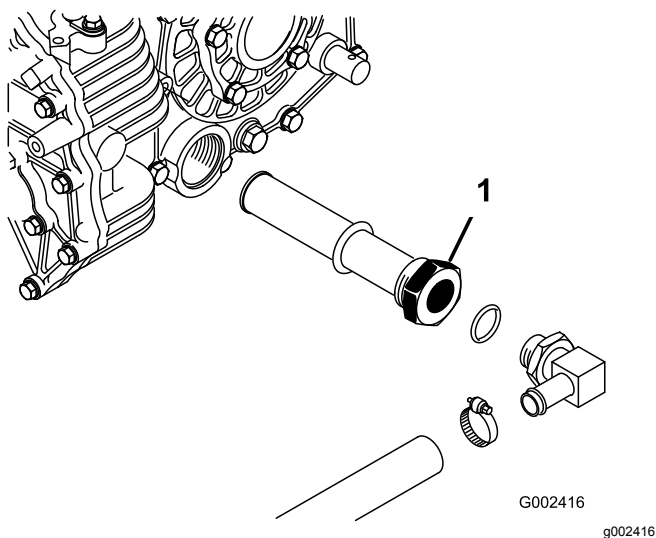

Рисунок 67
3. Отметьте ориентацию гидравлического шланга и прямоугольного штуцера, подсоединенного к сетчатому фильтру на боковой стороне резервуара (Рисунок 67).